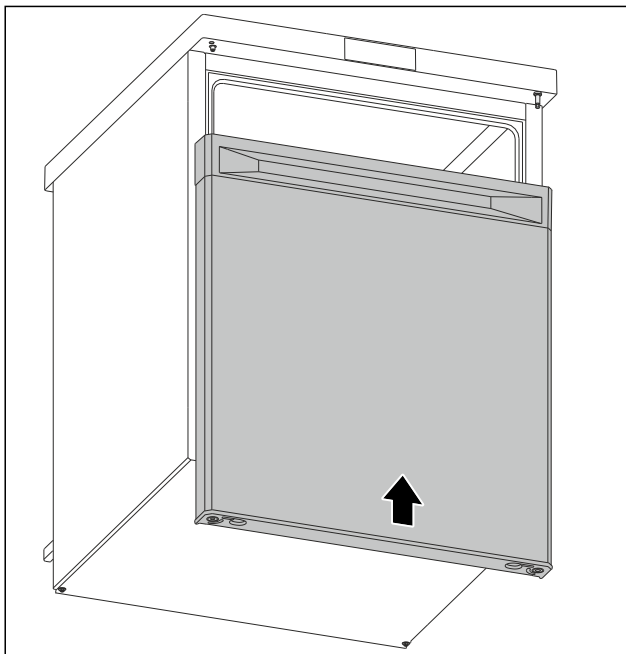

Fig. 13
- ▶ Tür im geschlossenen Zustand auf oberen Bolzen schieben. (siehe *Fig. 13*)